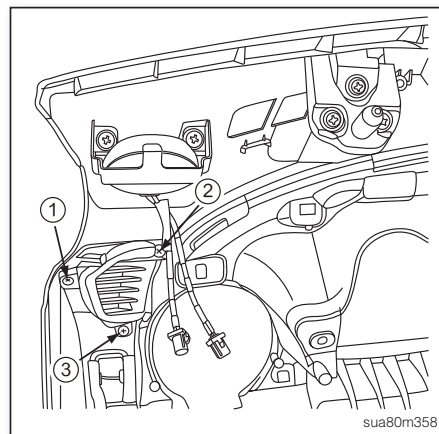

图46
2. 从仪表板总成背后拆下左侧除雾出风口固定螺丝①~③(如图46)。